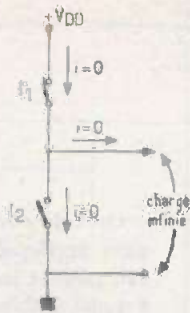

Fig. 2
- Si la sortie se trouve dans l'état 0, I_2 est fermé, mais, cette fois, I_1 est ouvert. Toujours avec une charge infinie, l'alimentation ne débite pas et la consommation est nulle (fig. 2).